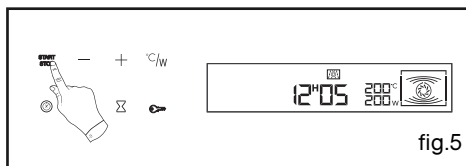

fig.5
- Bevestig de vermogens- en temperatuurregelingen door te drukken op de knop START/STOP (fig.5).